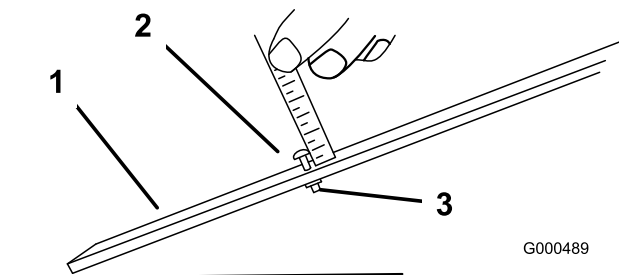

Figura 9
2. Afloje la tuerca de la barra de ajuste y ajuste el perno de ajuste de la altura para la altura de corte deseada (**Figura 9**). La distancia entre la parte inferior de la cabeza del perno y la cara de la barra es la altura de corte.